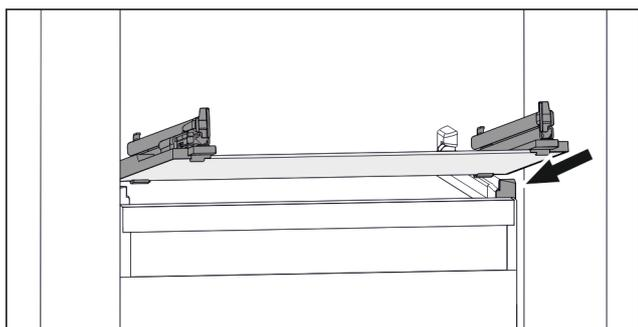

Fig. 167 Příklad znázornění skleněné desky
- ▶ Nasadte skleněnou desku šikmo za zářáčky. (viz Fig. 167)